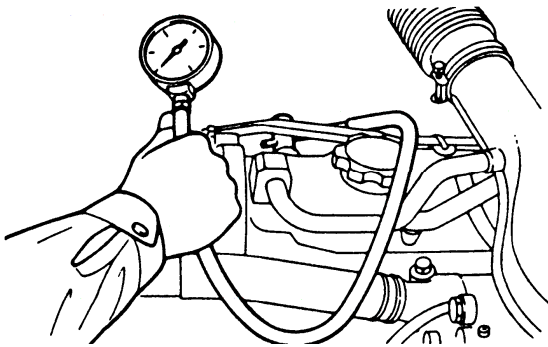

图 2-130 安装压力表
- (1) 核实机油、起动电动机和蓄电池都处于正常状态。
- (2) 发动发动机并让它预热至冷却液温度达到 80~90℃。
- (3) 拆下高压电线。
- (4) 将 4 个火花塞全拆下。
- (5) 用曲柄转动发动机以把异物从气缸除去。注意用抹布等盖着火花塞孔，以防当异物排出时散落。人们应离开火花塞孔侧，如果水、机油、燃油还在有隙缝的气缸内侧便测量压缩力，热水，机油和燃油将从火花塞孔喷出，这是十分危险的。
- (6) 将发动机转速表安装好。
- (7) 如图 2-130 所示，将气缸压缩压力表接合器和气缸压缩压力表放在其中一个火花塞孔中。